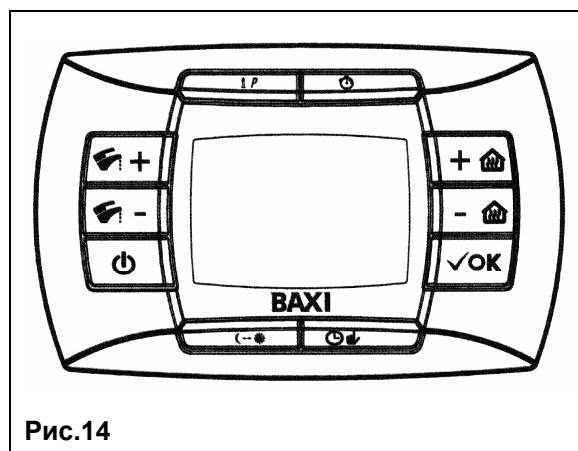

Рис.14
**Клеммы 8-9-10:** электропитание для зонального клапана (рис.14).
- нажать и держать нажатой кнопку и затем нажать (см. рис.14).